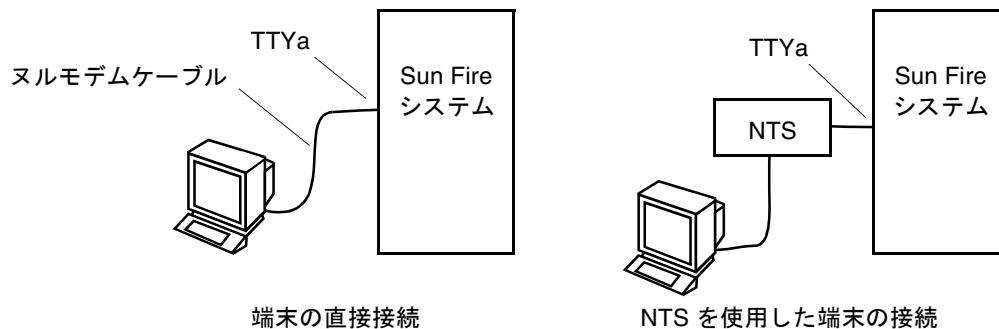

図 4-3 シリアルケーブルの接続
2. シリアルケーブルのもう一方の端を、選択した ASCII 端末または NTS サーバーに接続します (図 4-3)。